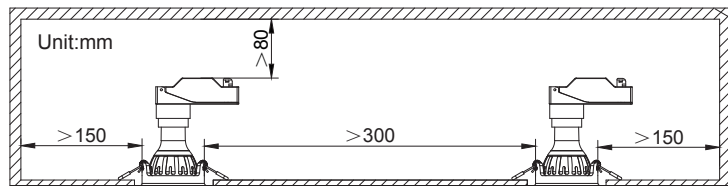

Figure 1 – Distances de dégagement minimales
- Respectez la distance de sécurité minimale entre les downlights, et l'espace libre nécessaire entre les downlights et les autres matériaux indiqués sur la **Figure 1** afin de permettre une bonne circulation de l'air.